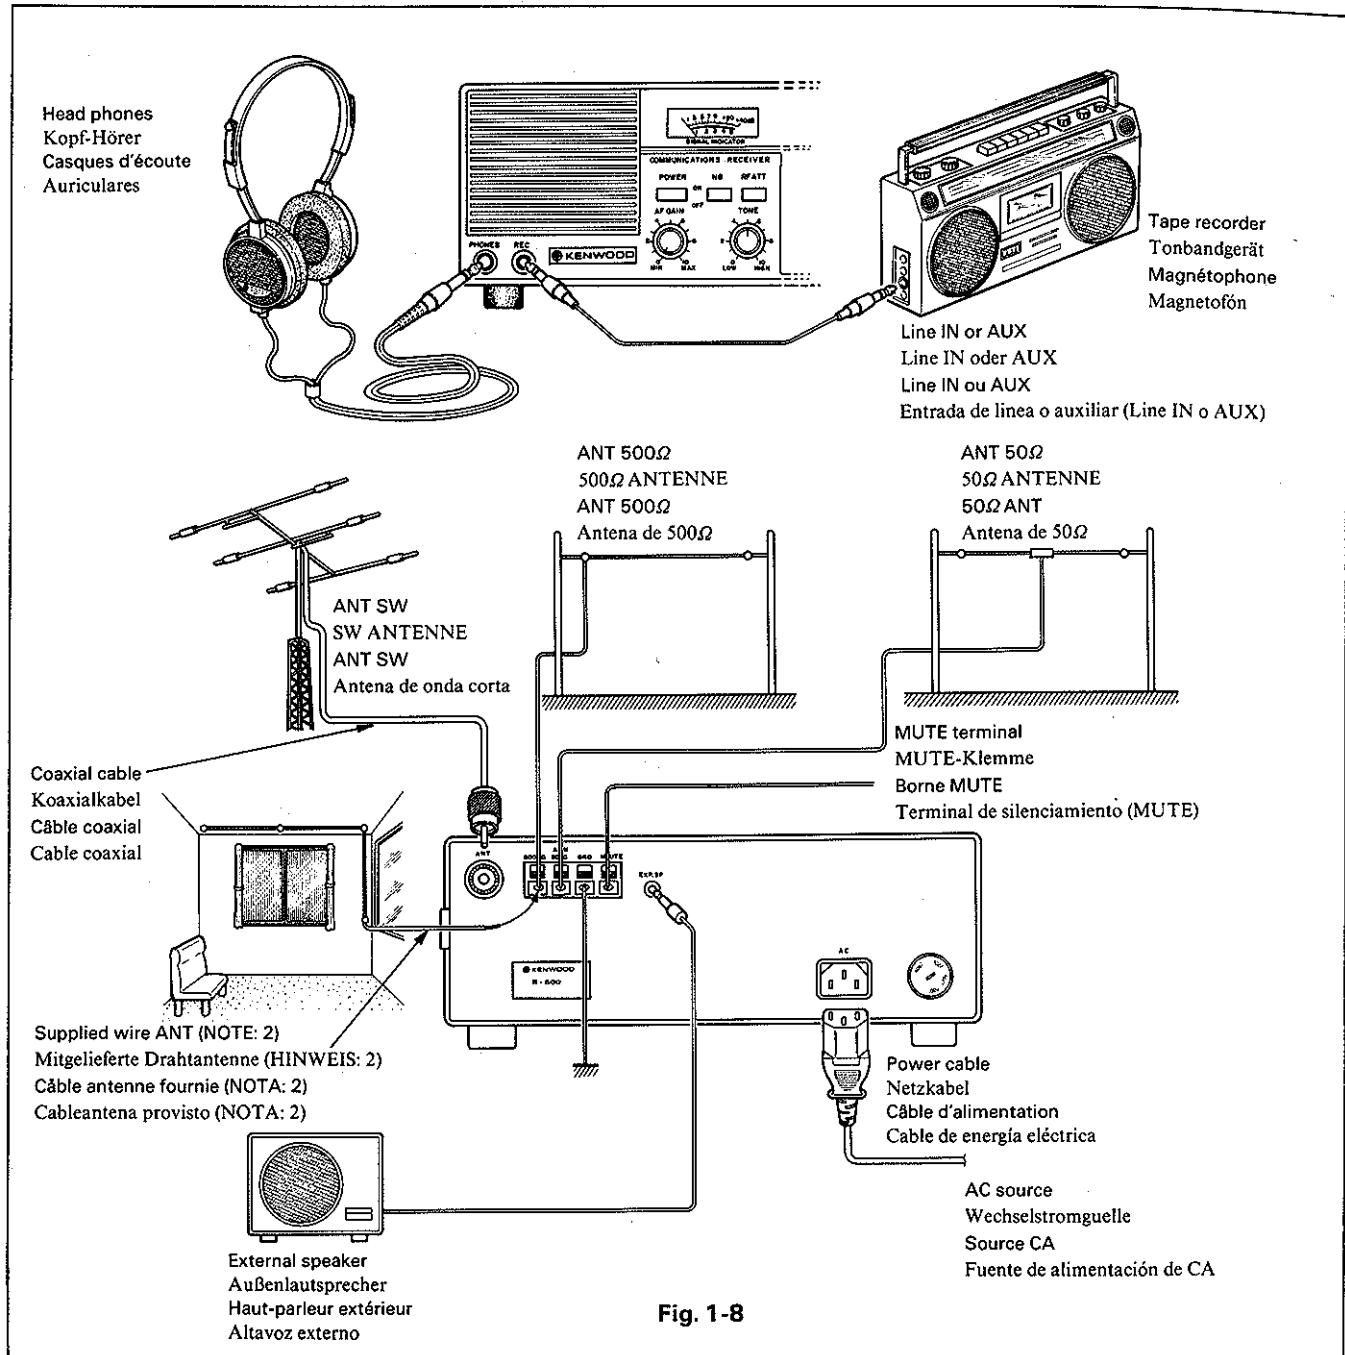

Fig. 1-8
1. Fig. 1-8 shows an example of R-600 interconnection.
1. La Fig. 1-8 donne un exemple de l'interconnexion du R-600.
1. Abb. 1-8 zeigt ein Beispiel der Zwischenverkabelung am R 600.
1. La Fig. 1-8 ilustra un ejemplo de las distintas interconexiones del R-600.